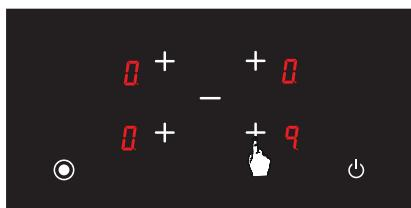

Рис. 9
- Установите уровень приготовления соответствующей конфорки на  (см. Рис. 9).